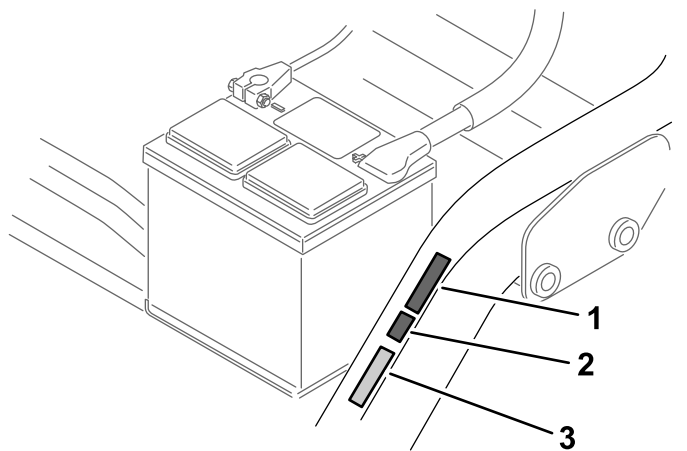

図 17
- シリアル番号プレートの隣に CE マークを貼り付ける 図 17。
- CE マークの隣に CE 製造年ステッカーを貼り付ける 図 17。